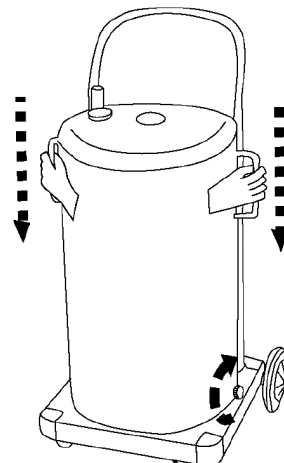

Fig. 4
- Once the drum is properly installed, set the shield in its initial position and tight the shield fasteners again (fig.4).
- Un vez esté instalado el bidón, devuelva la carena a su posición inicial y apriete los cierres que fueron aflojados en el primer paso (Fig.4).